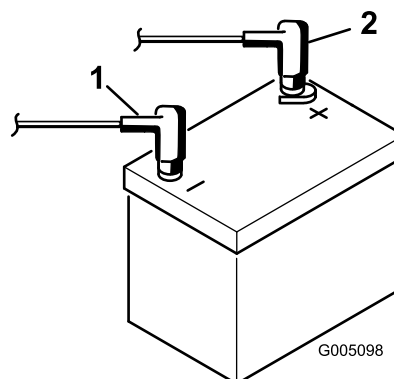

図 8
8. 赤いプラス (+) ケーブルをバッテリーのプラス (+) 端子に、黒いマイナス (-) ケーブルはバッテリーのマイナス (-) 端子にはめ、ボルトとナットで固定する(図 8)。ショート防止のために (+) 端子にゴムキャップをかぶせる。